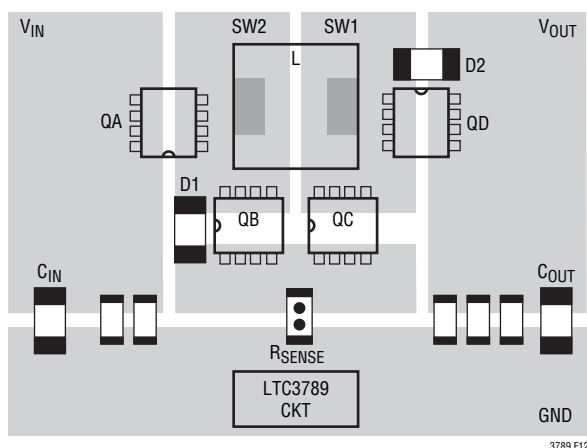

図12. スイッチのレイアウト
- $C_{\text{IN}}$ 、スイッチA、スイッチBおよびD1を一箇所に密集させて配置します。 $C_{\text{OUT}}$ 、スイッチC、スイッチDおよびD2を一箇所に密集させて配置します。レイアウトの一例を図12に示します。